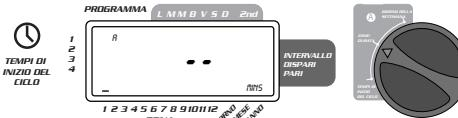

FIGURA 6: Durata delle stazioni per il Programma A
- Ruotare il selettori girevole sulla posizione **ZONE/DURATA** sia per il programma A che per il programma B. Il visualizzatore mostrerà il programma selezionato con una "A" o una "B" ed il cursore lampeggiante —MINS alla stazione "1" [vedi figura 6].